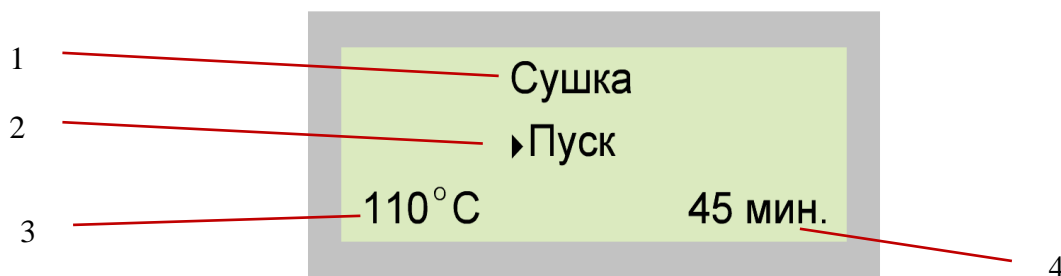

Рисунок 12. Вид экрана индикатора в режиме «СУШКА»
2.5.7 Нажать кнопку «ПРИНЯТЬ (ОК)», на экране появится изображение меню «СУШКА» (рис.12).
2.5.8 Если необходимо изменить установленную температуру сушки, необходимо перевести курсор дисплея основного блока в позицию 3 (рисунок12), нажать кнопку «ПРИНЯТЬ (ОК)» и изменить температуру сушки с помощью кнопок "◄" (уменьшение) или "►" (увеличение), затем нажать кнопку «ПРИНЯТЬ (ОК)».
2.5.9 Если необходимо изменить установленное время сушки, необходимо перевести курсор дисплея основного блока в позицию 4 (рисунок 12), нажать кнопку «ПРИНЯТЬ (ОК)» и изменить время сушки с помощью кнопок "◄" (уменьшение) или "►" (увеличение), затем нажать кнопку «ПРИНЯТЬ (ОК)».